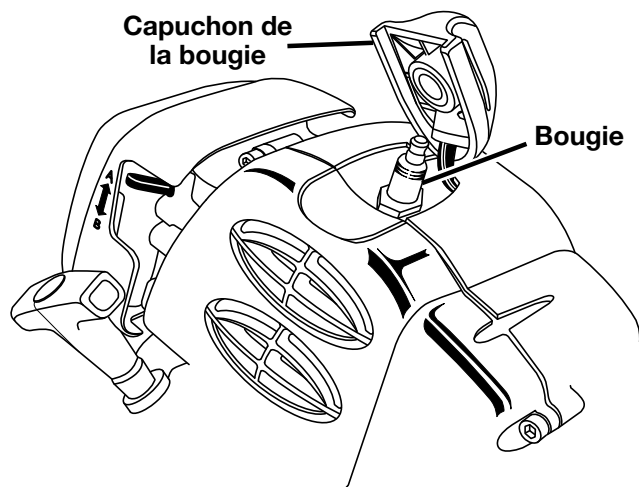

Figure 24
2. Retirer le capuchon de la bougie. Voir la figure 24.
18. Remettre le capuchon de la bougie en place. Voir la figure 24.
14. Remettre le capuchon de la bougie en place. Voir la figure 24.
Voir la figure 24.